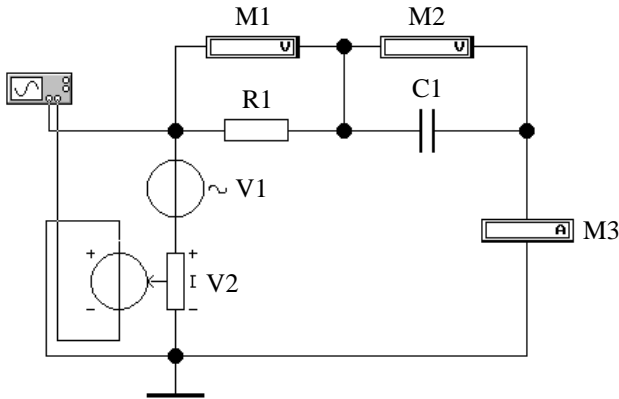

Рис. 4
3.6. Соберите схему для исследования последовательной RC-цепи (рис. 4). Емкость C1 находится в группе «Basic». Включите отображение позиционных обозначений и параметров элементов.